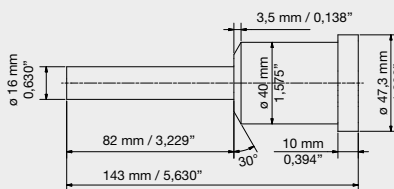
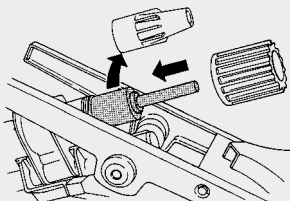

Fig. 1
Fig. 2
- 1) Mount the gauge in place of the nozzle, Fig. 1.
2. The gauge can be tooled according to the dimensions given in Fig. 1.
- 1) An Stelle der Düse die Lehre montieren, Fig. 2. Die Lehre kann an Hand der Skizze Fig. 1, einfach selbst hergestellt werden.
- 1) Montare la dima al posto del bocaglio, Fig. 2. La dima può facilmente essere tornita come da Fig. 1.
- 1) Monter le calibre à la place de la buse, Fig. 2. Le calibre peut être construit selon les dimensions indiquées sur la Fig. 1.
- 1) Monte el calibrador en lugar de la boquilla, Fig. 2. Se puede fabricar el calibrador segundo las dimensiones indicadas en la Fig. 1.
- 1) Monte o calibrador no lugar do bocal (fig. 2). O calibrador pode ser usinado de acordo com as medidas apresentadas na fig. 1.